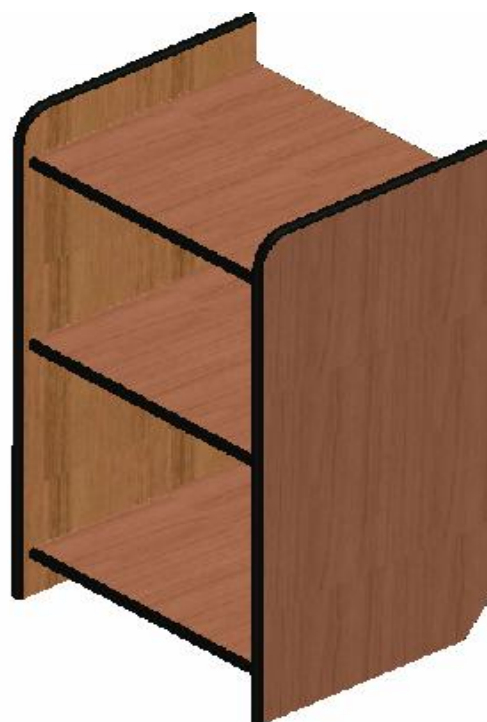

Рис. 115 Модифицированная модель тумбы
7. Нажать на кнопку **Выход**, чтобы завершить работу с приложением. Результат изменений, выполненных в модели тумбы, показан на рис. 115.